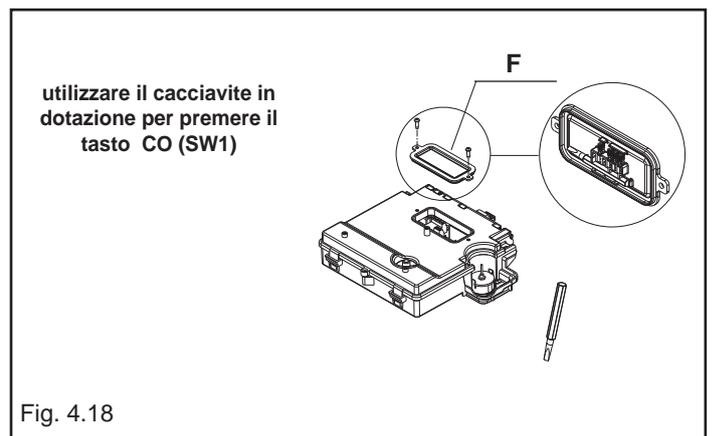

Fig. 4.18
- rimuovere il coperchio **F** ispezione parti elettriche svitando le 2 viti di fissaggio (Fig. 4.18)
- rimuovere il coperchio ispezione parti elettriche svitando le 2 viti di fissaggio (Fig. 4.18)